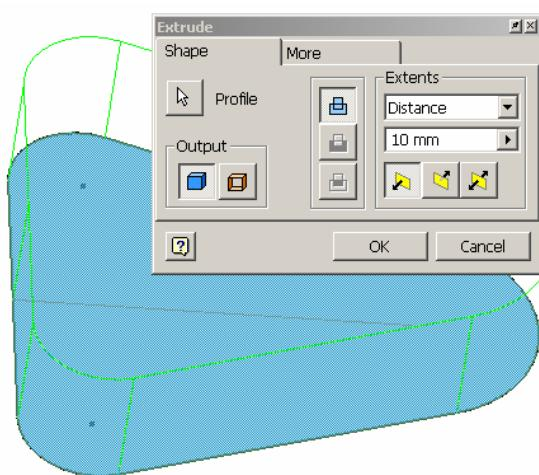

Figura 2.6.13.
Se lansează comanda **Rotate** prin punctarea icoanei **Rotate** din trusa de instrumente **Standard Bar**. Rotirea propriu-zisă se declanșează prin apăsarea și menținerea apăsată a cursorului mouse concomitent cu deplasarea acestuia în interiorul globului. La atingerea poziției din figura 2.6.13 se eliberează butonul mouse. Ieșirea din comanda **Rotate** se realizează prin tasta **ESC** sau prin selecția opțiunii **Done**, accesată din meniul contextual, activat prin buton dreapta mouse.
- din lista **Extents** se selectează opțiunea **Distance** (extrudare pe distanță impusă), figura 2.6.13, iar în câmpul asociat se introduce valoarea extrudării **10**, conturul de extrudare fiind automat preselectat la lansarea comenzi, prin afișarea acestuia într-o culoare specifică selecției.